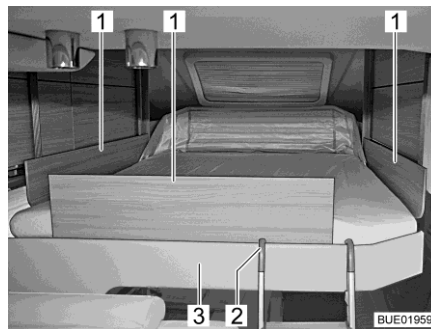

Bild 135 Höjbar säng med låsplattor
- Sätt låsplattorna (Bild 135,1) mellan madrass och sängramen (Bild 135,3).
Haka fast: ■ Haka fast båda byglarna på den bipackade stegen (Bild 135,2) i sänggramen (Bild 135,3).
Förvara: ■ Haka loss stegen (Bild 135,2) från sänggramen (Bild 135,3).
Nöddrift Om den höjbara sängen inte längre går att flytta med pilknapparna (Bild 135,2 och 8) skall först säkringen Reserv3 vid el-blocket kontrolleras (se avsnitt 9.11.1). Om säkringen är ok och den höjbara sängen ändå inte går att flytta, kan den höjbara sängen manövreras manuellt.